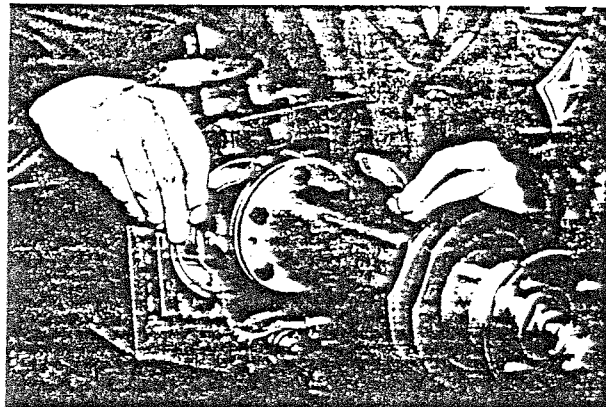

Abb. 20
9. Dann Grundmass "A" durch Beilegen von Passscheiben unter Kugellagerbüchse herstellen (Abb. 20). Darauf achten, dass bei jedem Messvorgang die Befestigungsschrauben des Gehäusehalses fest angezogen sind, da nur so die Betriebsvoraussetzungen hergestellt werden können.